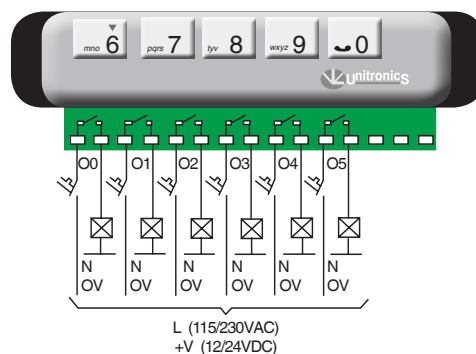

Рис. 2 Дискретные выходы
- 6 дискретных выходов (рис. 2).